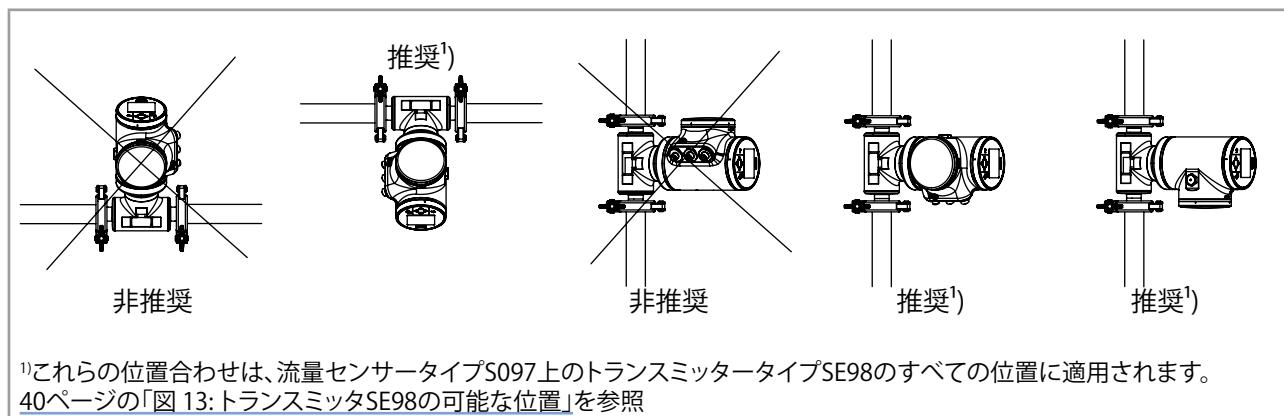

図 18: 熱を放散できるようにするためのEthernetデバイスバリエーションの位置合わせ
- ケーブル接続付きトランスミッタの内部温度が最大許容値を超えないようにするため、図 18の推奨事項に従ってEthernetデバイスバリエーションの取付を行ってください。